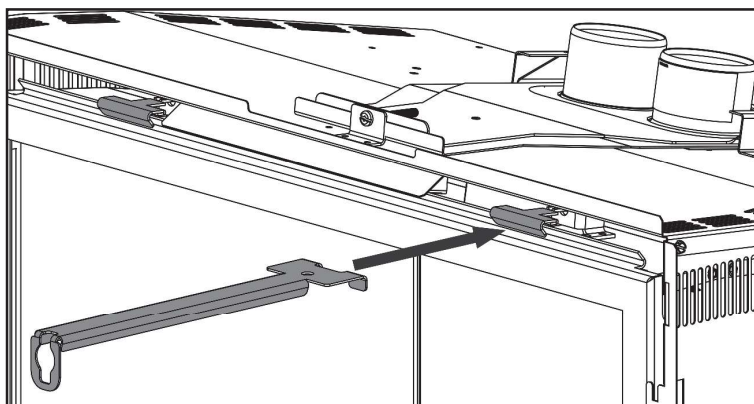

Fig. 2
2. Déverrouillez les loquets supérieurs gauche et droit situés dans le haut de la porte (**Fig. 2**). Penchez légèrement vers l'avant puis soulevez hors des fentes.